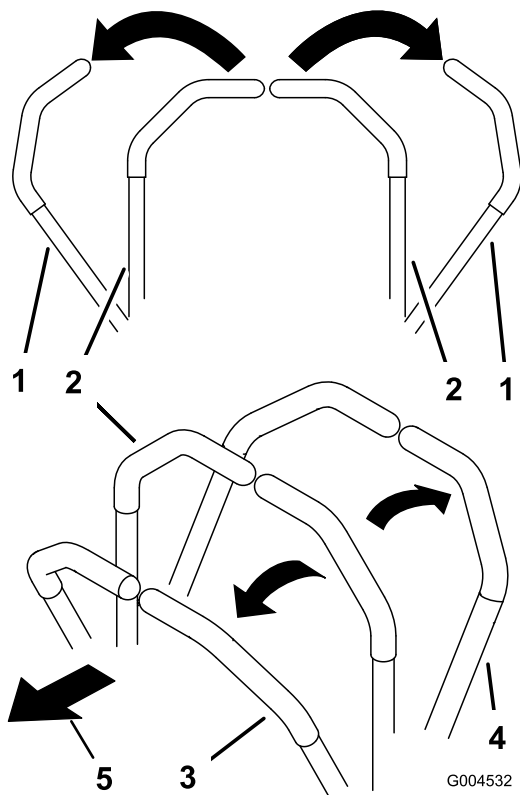

図 23
- 前方への直進走行両方のレバーをゆっくりと前に押す(図 23)。
- 後方への直進走行両方のレバーをゆっくりと後に引く(図 23)。
- 旋回両方のレバーを手前に引いて走行速度を落とし、曲がりたい方向と反対側のレバーを押す(図 23)。